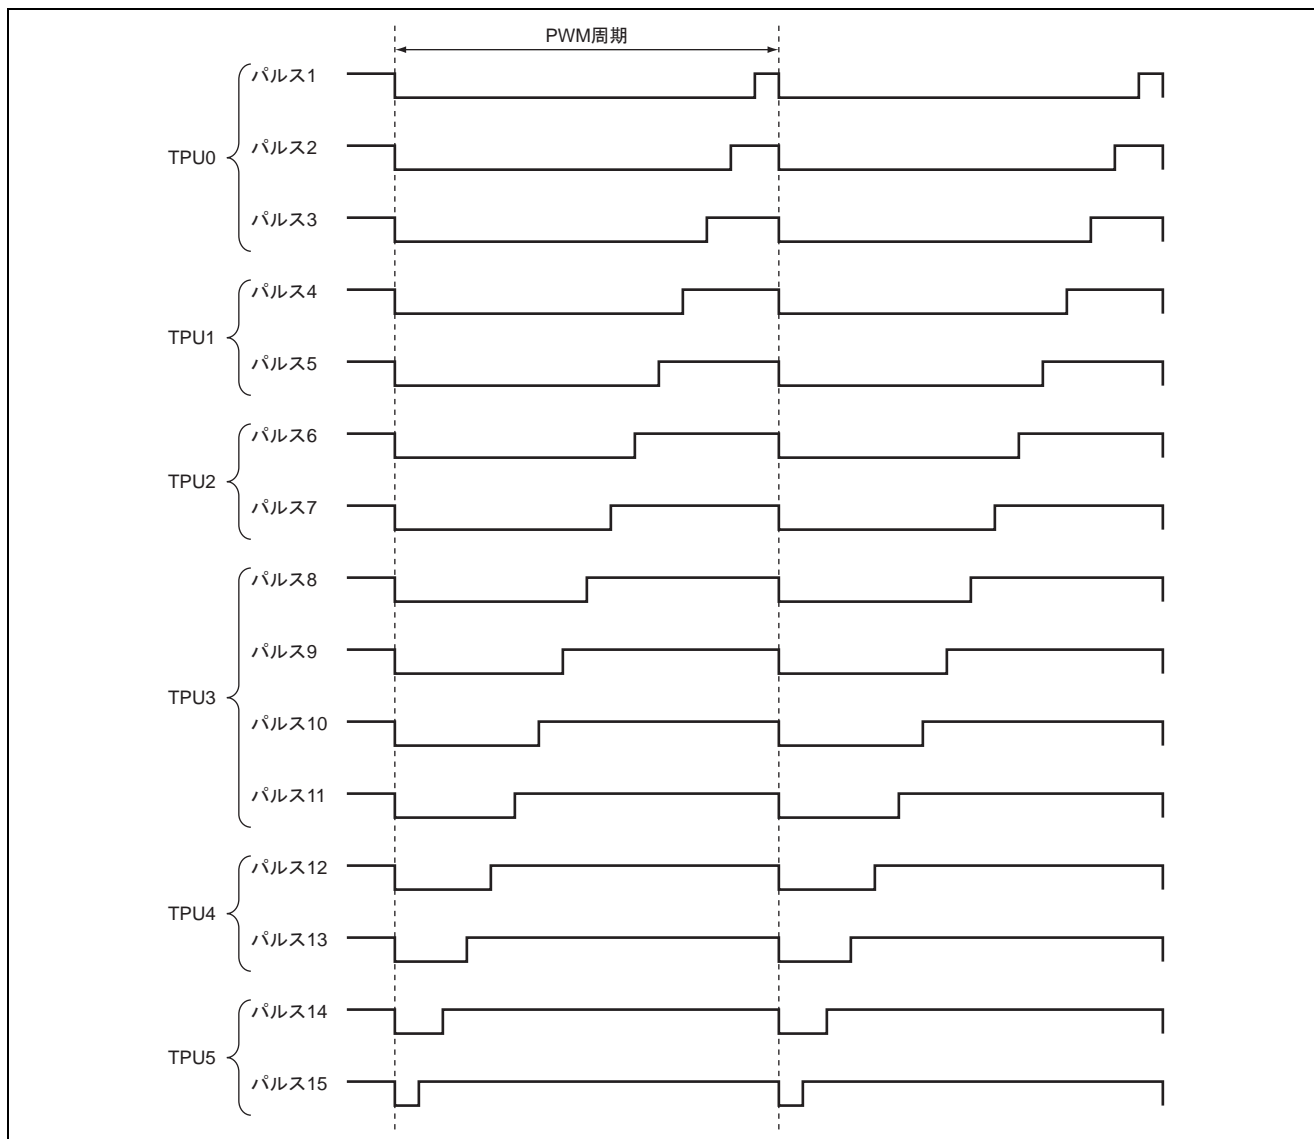

図 1 PWM 波形出力例
- (1) 図 1 に示すようにパルスの High 幅を変化させ、デューティ変化できる PWM 波形を 15 相出力します。
- (2) 19.6608MHz で動作時、出力する PWM 周期は、pwm_cyc への設定値により、約 50.86ns から 3.33ms の間任意に設定できます。